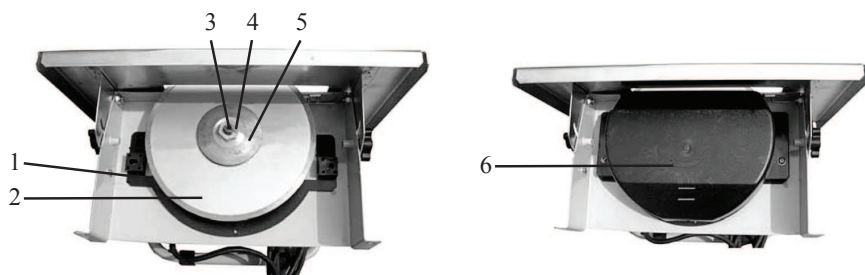
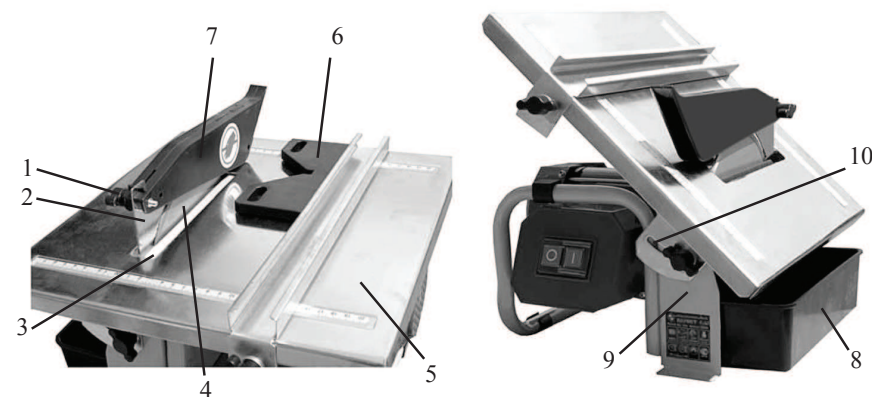

рис. 2
рис. 3
6.2 Установите и закрепите вставку диска 1 (рис. 2)
6.3 Зафиксируйте гаечным ключом шпindel 3 (рис. 2) а вторым ключом открутите гайку 4 (рис. 2) и снимите фланец 5 (рис. 2)
6.4 Установите отрезной диск 2 (рис. 2), затем установите фланец 5 (рис. 2), удерживая ключом шпindel плиткореза 3 (рис. 2) затяните гайку 3 (рис. 2). Проверьте фиксацию.
6.5 После монтажа диска установите и закрепите нижний защитный кожух 6 (рис. 2).
6.7 Как показано на рис. 3 на рабочем столе 5 установите и закрепите двумя винтами 3 расклинивающий нож 2.
6.9 Между основанием 9 (рис. 3) и защитным кожухом 6 (рис. 2) установите поддон 8 (рис. 3). В поддон 8 (рис. 3) налейте воды для охлаждения отрезного диска. Следите за уровнем воды по фаскам на защитном кожухе 6 (рис. 2).
7.1.3 Как показано на рис. 3 рабочий стол 5 переведите в наклонное положение. Угол резания можно выставить по шкале 10.
Угловой упор 6 (рис. 3) используется для резания заготовки по диагонали.